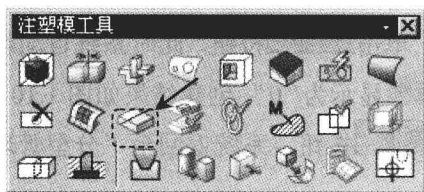

图 1.5 “注塑模工具”工具条
Step1. 选择命令。在“注塑模向导”工具条中, 单击“注塑模工具”按钮 , 系统弹出图 1.5 所示的“注塑模工具”工具条; 在系统弹出的工具条中, 单击“面拆分”按钮 ,